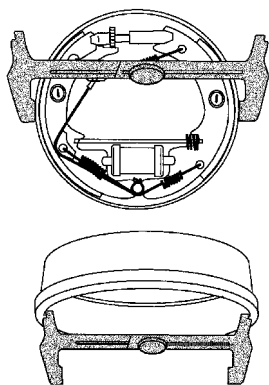

图 5-21 制动器的调整
12. 当讨论如图 5-21 所示的操作程序时，部件专家 A 说这是在检查制动蹄和制动鼓的磨损。部件专家 B 说这是在安装之前调整制动蹄。谁是正确的？